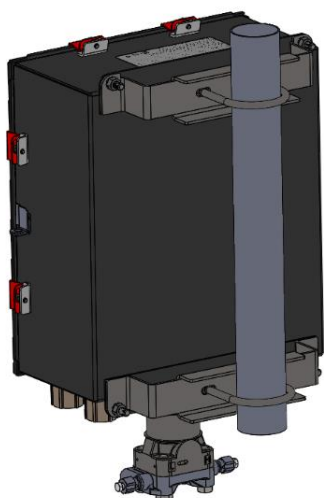

Figure 7. FB2200 (boîtier en aluminium) monté sur tuyau
- Le FB2200 se monte sur un poteau ou un tuyau de 2 pouces (voir *Figure 7*) ; il peut également être monté sur un mur ou un panneau au moyen des quatre trous présents sur le boîtier et de fixations adéquates.